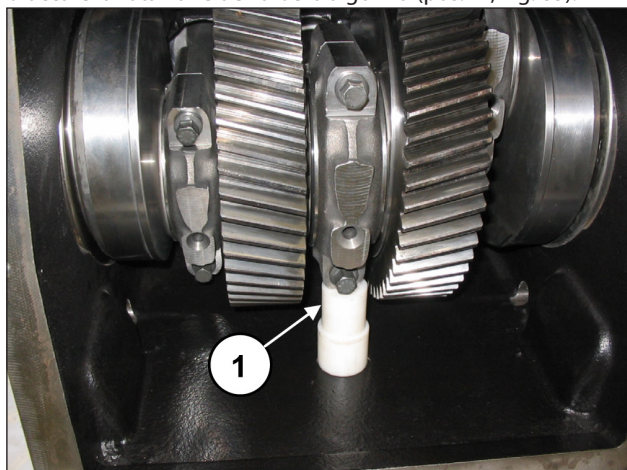

Fig. 85
Inserire uno spessore sotto al fusto della biella centrale per bloccare la rotazione dell'albero a gomiti (pos. ①, Fig. 85).